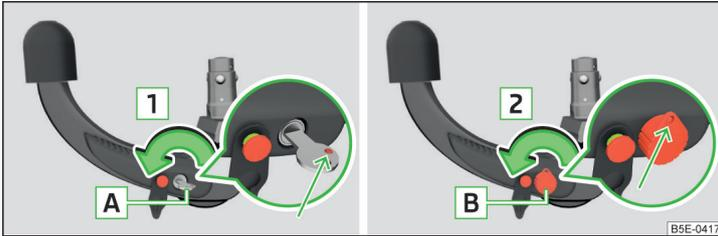

Abb. 271 1. Schritt: Schlüsselvariante 1 / Schlüsselvariante 2
- Den Schlüssel **A** in Pfeilrichtung **1** drehen, sodass dessen rote Markierung nach oben zeigt » Abb. 271.
- Den Schlüssel **B** in Pfeilrichtung **2** drehen, sodass die Schlüsselöse nach oben zeigt » Abb. 271.